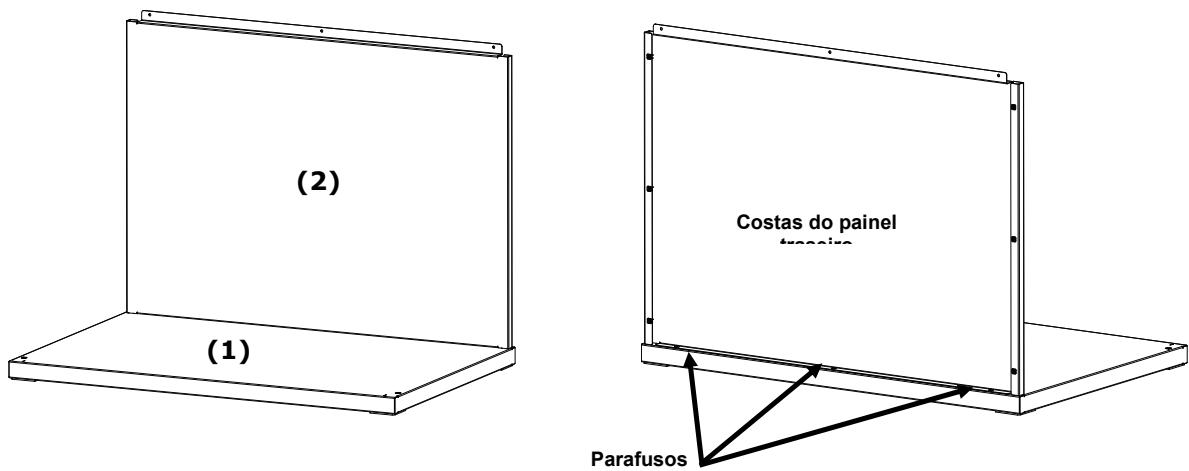

Figura 2. Painel traseiro no painel inferior
2. Coloque as abas inferiores do painel traseiro (2) nas fendas traseiras do painel inferior (1). Fixe o painel traseiro ao painel inferior prendendo-o com três parafusos conforme ilustrado na Figura 2.